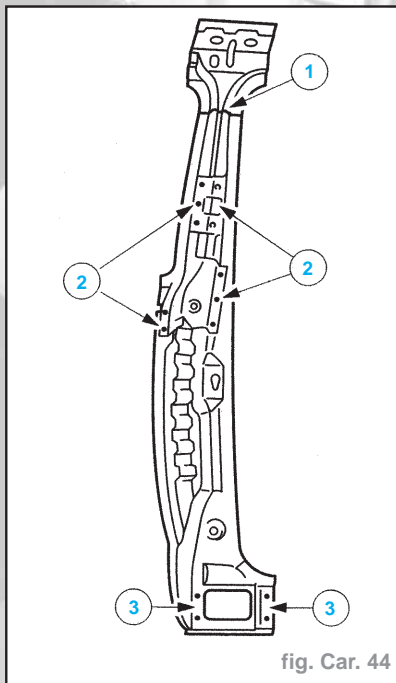

fig. Car. 44
- Préparer les éléments restés en place sur le véhicule et les pièces neuves (fig. Car. 44) :
- découper le renfort de montant **B** aux dimensions prescrites (1).
- souder par points le renfort du support de ceinture de sécurité (2).
- réaliser le perçage en vue de la liaison par bouchonnage (3).